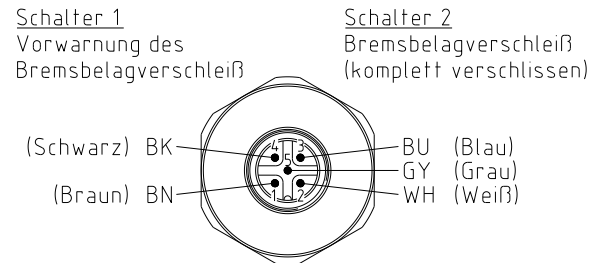

Bild 19: Anschlussbelegung der Steckverbindung
- Stellen Sie die elektrische Verbindung gemäß der Steckverbindung her (siehe Bild 19).